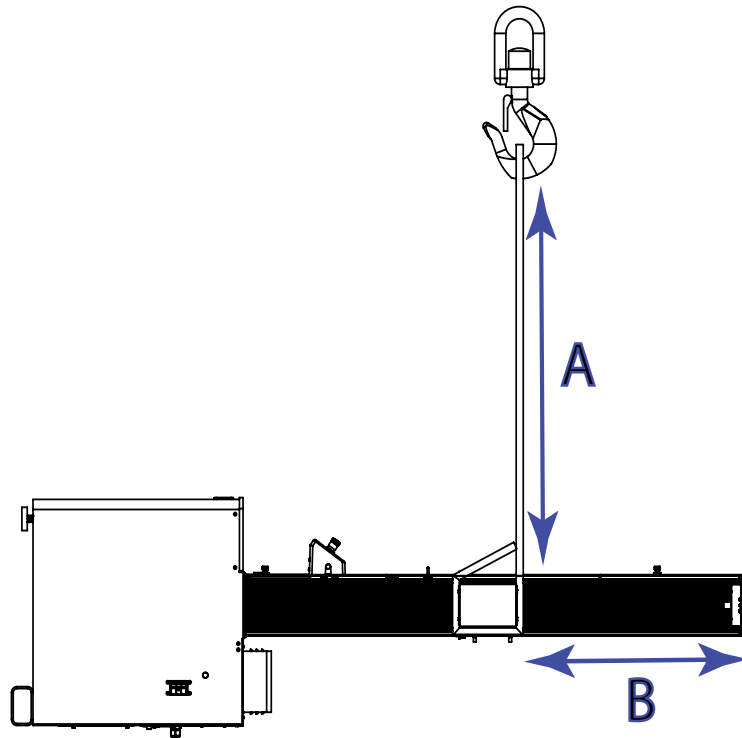

Abbildung 23. Anbringen der Hebegurte
2. Befestigen Sie die beiden Hebegurte an der Traverse und hängen Sie die Gurte im Haken des Krans ein wie in Abbildung 23 auf Seite 80 gezeigt. Wenn Sie Ketten anstelle von Hebegurten verwenden, umwickeln Sie die Traverse und die obere Platte mit Schutzmaterial, damit sie nicht zerkratzt oder beschädigt werden.
Die Länge des Hebegurts (A in Abbildung 23 auf Seite 80) muss größer sein als der Abstand, der erforderlich ist, um die obere Platte (B in Abbildung 23 auf Seite 80) einzuspannen. So wird sichergestellt, dass der Haken den Rahmen beim Heben nicht beschädigt.